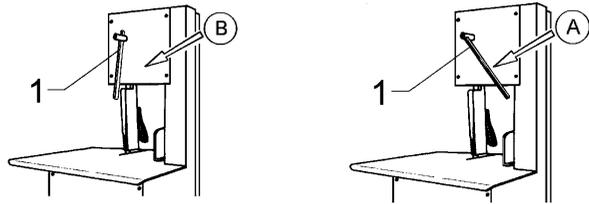

图7.6.1
7.6.1 - 锯条张紧度设定 (图7.6.1)
可通过转动手柄“1”来调节刀片的张紧度. 旋转手柄在位置“A”(图7.6.1) 刀片被拉紧。要旋松刀片, 旋转旋钮至位置“B”。